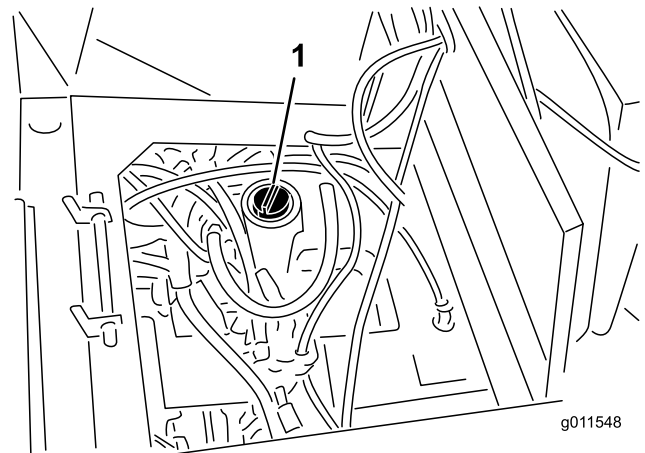

Bild 74
3. Füllen Sie den Tank (Bild 74) mit ungefähr 30 l Hydrauliköl, siehe Prüfen der Hydraulikanlage“.